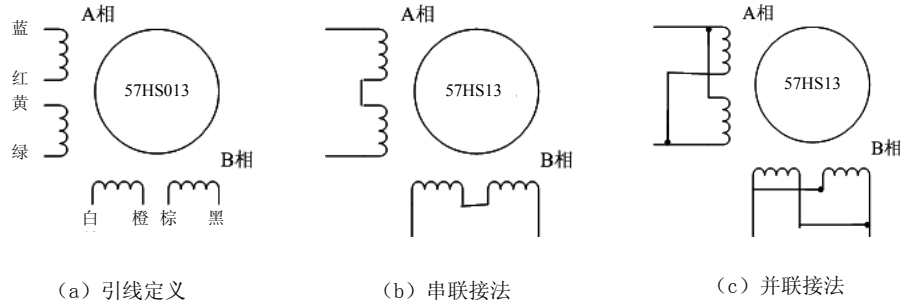

图 7 57 电机串并联接法
- 2) 相是相对的,但不同相的绕组不能接在驱动器同一相的端子上(A+、A-为一相,B+、B-为另一相),雷赛 57HS13 电机引线定义、串、并联接法如图 7 所示。